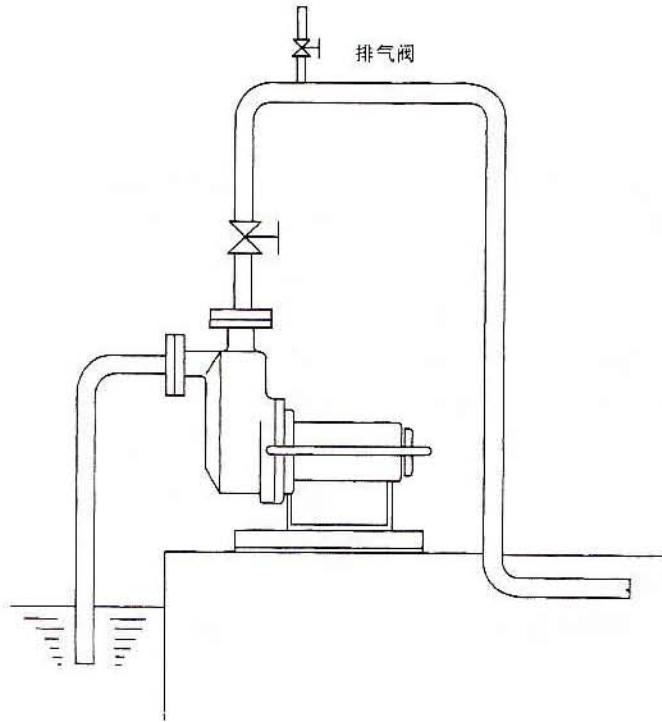

图 12
f. 排出侧的管路,如图 12 所示,如果有空气贮留就会使自吸困难,因此需要设置排气阀。